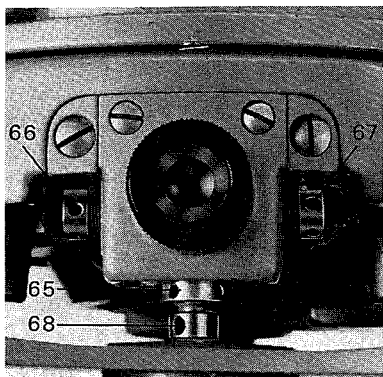

図38：整準盤 GDF 6 の光学式求心装置の調整
6.7 光学式求心装置（図38）
6.7.3 調整(図38)